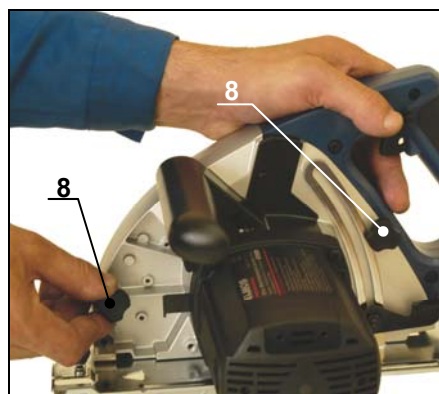

Рис.8
Ослабьте два болта (8), рис.8, удерживающих внутренний кожух.
1. Ослабьте два болта, чтобы снять внутренний щиток. Как показано на рис.8.